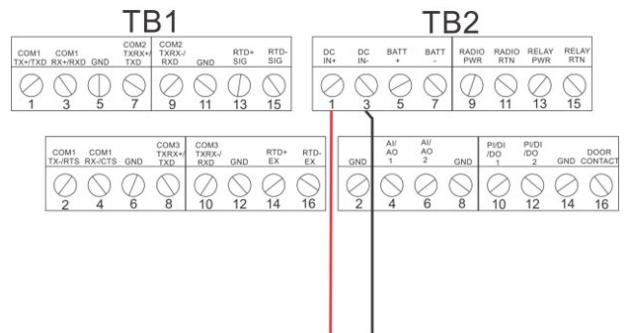

图 8. 接线至直流电源
- 将每条裸露的线头插入适当的连接器, 并固定电线(请参考图 8)。